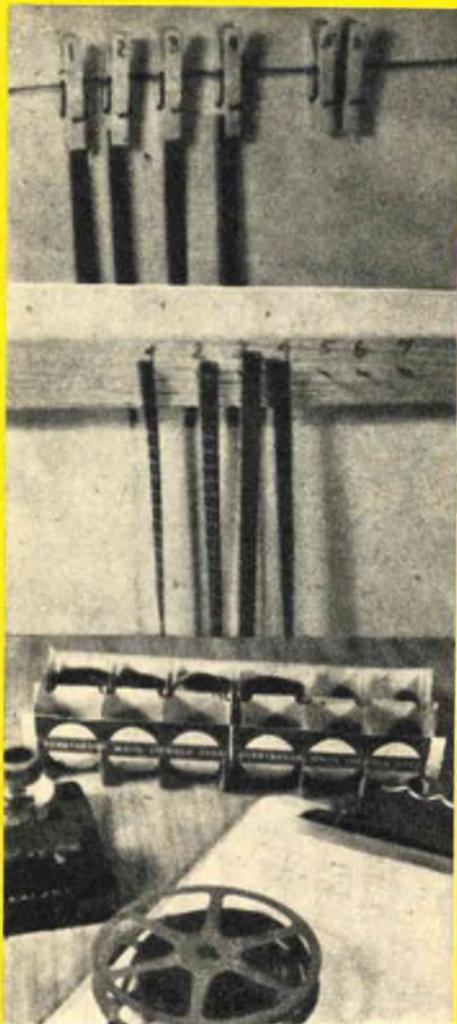

Fig. 2
**Fig. 2 - Le scene, una volta tagliate, si appendono con l'aiuto di mollette, o per mezzo di chiodini, ordinandole secondo la successione di montaggio. Alcuni registi usano scatole numerate.**